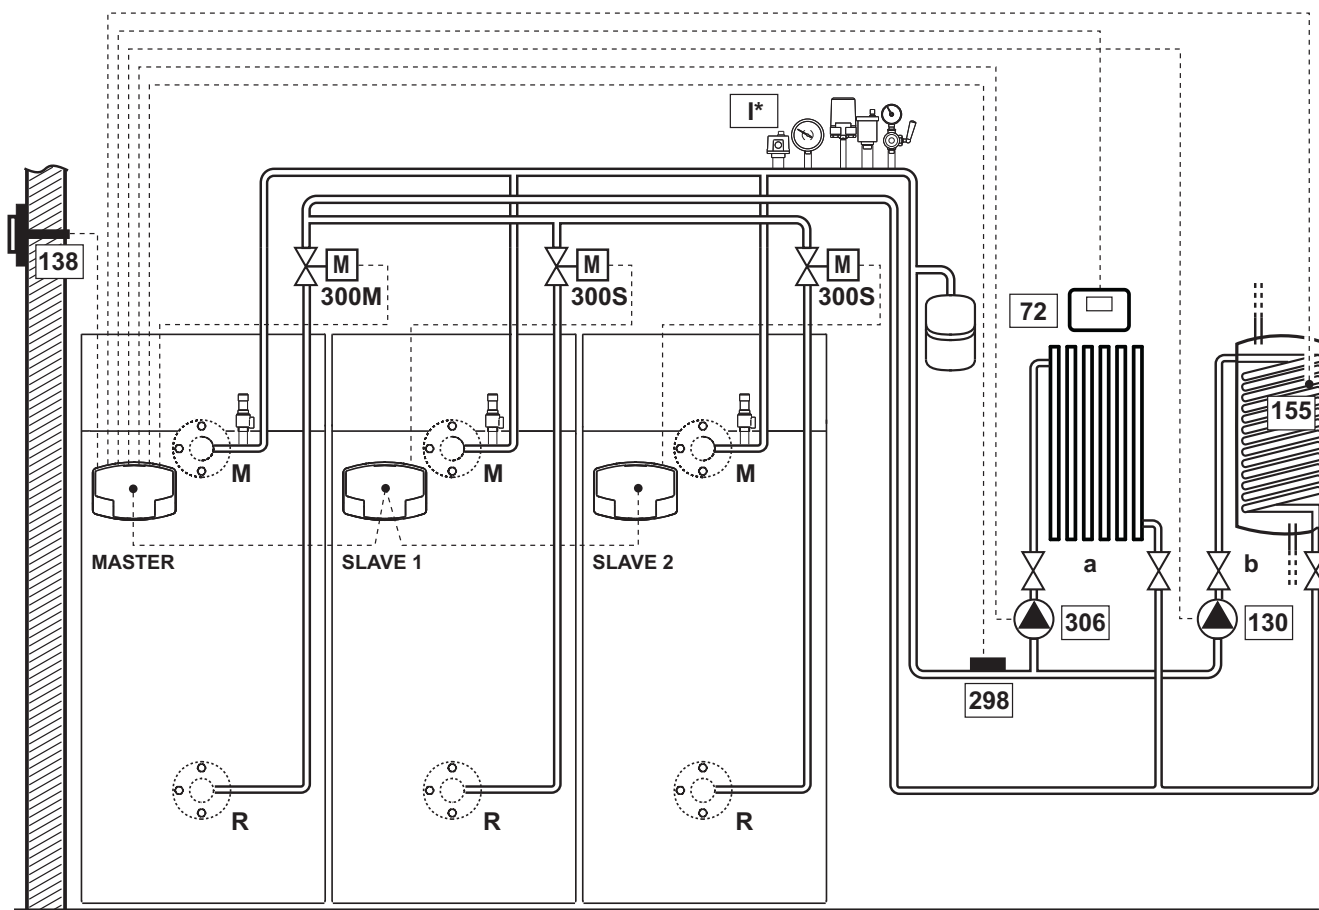
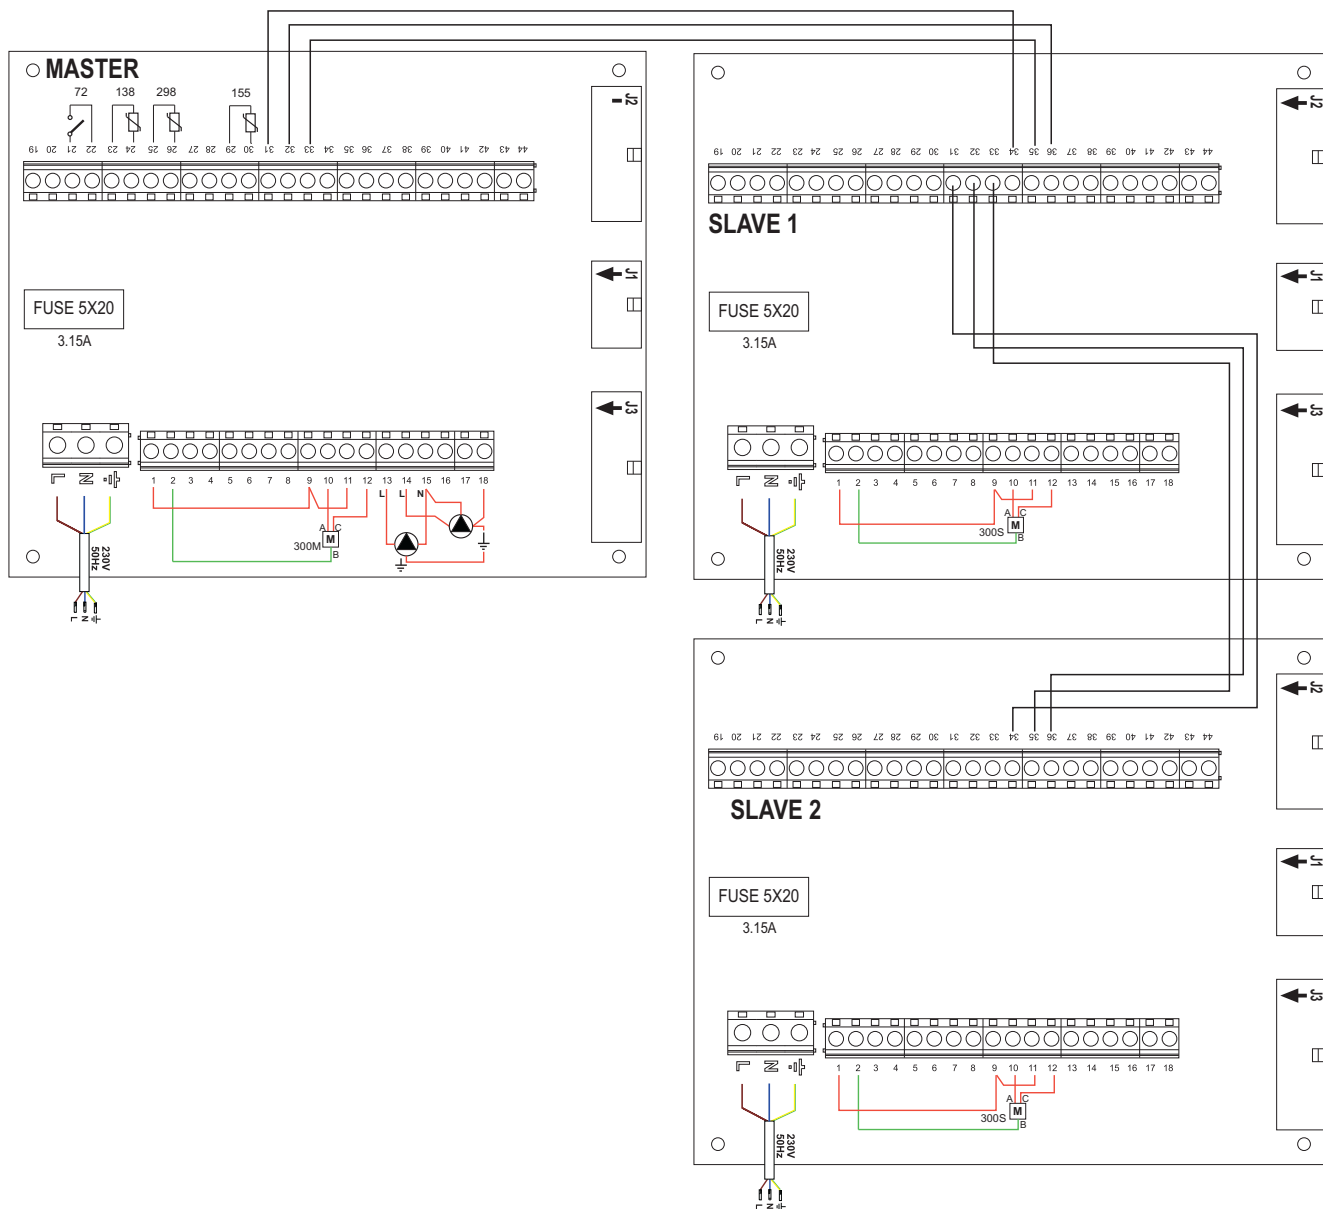

fig. 49
fig. 50
**Légende (fig. 49 et fig. 50)**